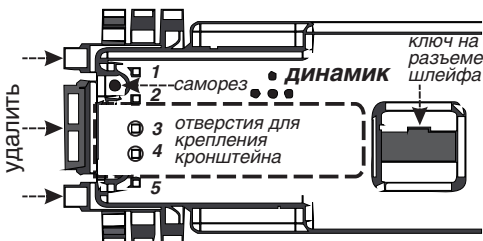

Рис. 3.11
1. Выкрутите четыре самореза, расположенные в углублениях задней панели компьютера. Рис. 3.11.
компьютера, часть с большим круглым отверстием приподнята. При этом фигурный вырез кронштейна должен быть обращен в сторону динамика. Рис. 3.11 и рис. 3.12.
Прикручиваем кронштейн саморезами через пару ближайших к сгибу крепежных отверстий, в отверстия "3" и "4" на задней панели компьютера, (считая от той стороны, ближе к которой расположен динамик), рис. 3.11. Таким же образом прикручиваем второй кронштейн с другой стороны. Рис. 3.12.